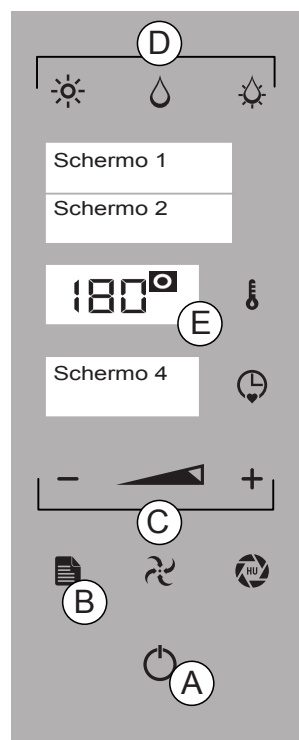

Fig.1
QUEIMADOR GÁS Aceso / °C intermitente - QUEIMADOR GÁS Desligado / °C fixo (Fig 1/E - Ecrã 3)
Premir a tecla "ENTER" (Fig 1/A) e realizar a cozedura manual (v. 6.1), ou premir a tecla "MENU" (Fig 1/B) para ativar o menu principal (Fig 1/B). Com as teclas "MENOS" e "MAIS", selecionar a função desejada (Fig 1/C). Premir a tecla "ENTER" para confirmar.
1. Na modalidade menu principal, premir as teclas "MENOS" ou "MAIS" (Fig 1/C) até a função "DESLIGAR" (Display 1). Premir a tecla "ENTER" (Fig 1/A) para confirmar.
2. Na modalidade funções, premir a tecla "ENTER" para parar a operação, premir a tecla "MENU" (Fig 1/B) e premir a tecla "MENOS" (Fig 1/C) para visualizar a função "DESLIGAR" (Display 1). Premir a tecla "ENTER" (Fig 1/A - v. 3.3 Descrição dos modos de funcionamento).
Para configurar a data e a hora, premir por três segundos as teclas “TEMPO” e “TEMPERATURA” (Fig 1/D+E).
Com as teclas “MENOS” e “MAIS” (Fig 1/B), selecionar o ano atual e premir a tecla “ENTER” (Fig 1/A) para confirmar.